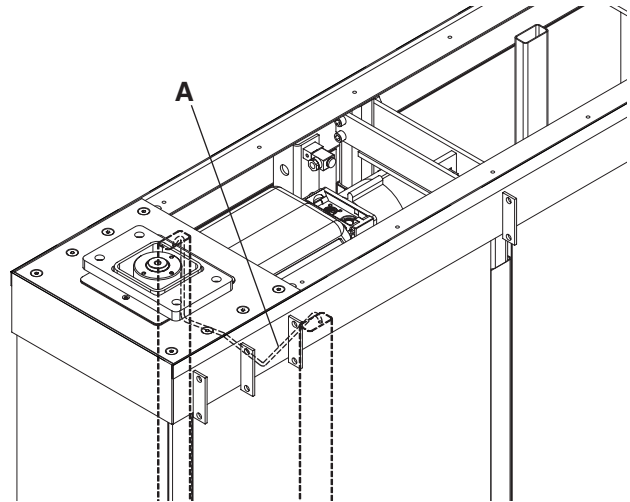

Fig. 27
- Montare la molla (**A**) che regge il serbatoio **fig. 27**.
- Fit tank **fig. 27** holder spring (**A**).
- Die Feder (**A**), die den Tank hält, einbauen **Abb. 27**.
- Monter le ressort (**A**) qui soutient le réservoir **fig. 27**.
- Montar el muelle (**A**) que sostiene el depósito **fig. 27**.